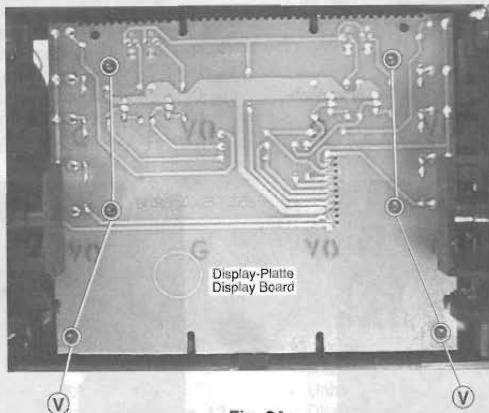

Fig. 24
21. Display-Platte ausbauen (Fig. 24)
- 6 Schrauben (V) lösen.
21. Removing the Display Board (Fig. 24)
- Undo 6 screws (V).